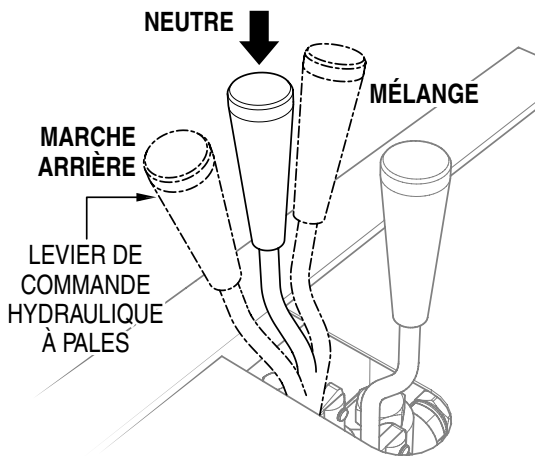

Figure 23. Levier de commande hydraulique à pales - (position neutre)
2. S'assurer que le levier de commande hydraulique des pales (Figure 23) est dans la position **neutre**.